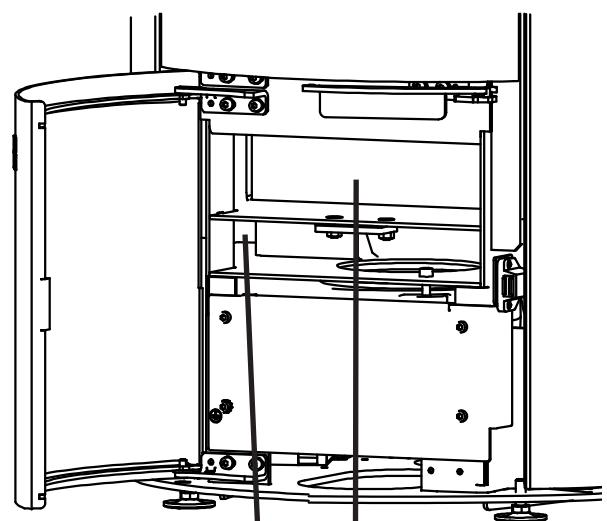

Fig.7b
- Der Aschekasten befindet sich hinter der Revisionstür. Zum Reinigen die Verriegelung des Aschekastens lösen und den Aschekasten nach vorn herausziehen. Zusätzlich den Bereich unterhalb des Aschekastenfachs reinigen (siehe Fig.7b).